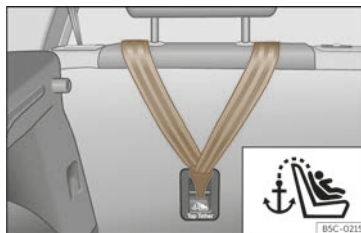
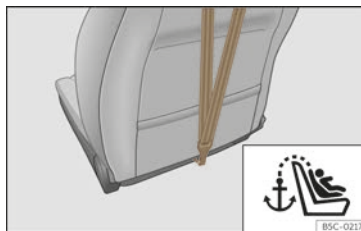

Abb. 43 Rückseite der Rücksitzbank:
Abb. 44 Rückseite der Beifahrersitzlehne:
Verankerungspunkt des Fahrzeugs ausgestattet. Dieser Verankerungspunkt befindet sich im hinteren Teil der Rückenlehne des Rücksitzes und des Beifahrersitzes¹⁾ (mit dem Symbol  gekennzeichnet) und bietet einen besseren Rückhalt >>> (Abb. 43), >>> (Abb. 44).
- Den Haltegurt verschieben und ordnungsgemäß an der Verankerung des hinteren Teils der Rückenlehne befestigen >>> (Abb. 43), >>> (Abb. 44).